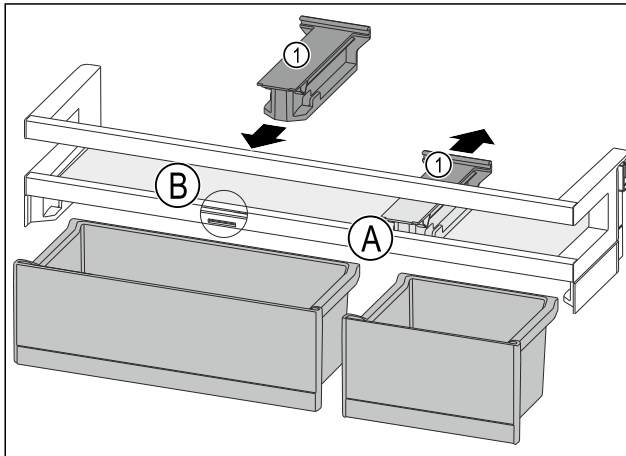

Fig. 94
- Halteteil Fig. 94 (1) in Position Fig. 94 (A) nach hinten abziehen.
- Halteteil Fig. 94 (1) in Position Fig. 94 (B) einsetzen.